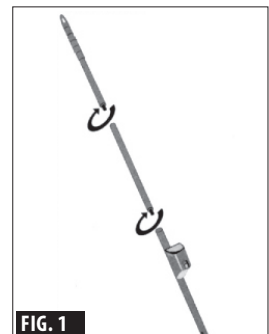

FIG. 1
1. Vissez ensemble les trois parties du socle jusqu'à ce qu'elles soient sécurisées (voir FIG. 1).